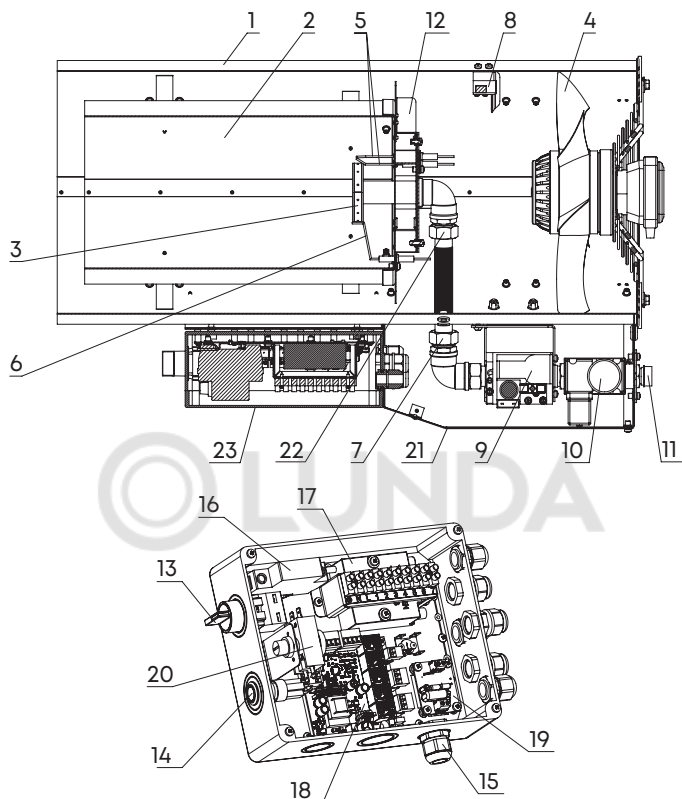

Рис. 1. Устройство прибора
- снять крышку блока (23, рис. 1), открутив 4 винта отверткой с широким плоским шлицом (винты несъемные);
- продеть кабель через гермоввод (15, рис. 1) и подключить к клеммам PE, N, L, 1, 2 согласно разделу «Электрическая схема»;